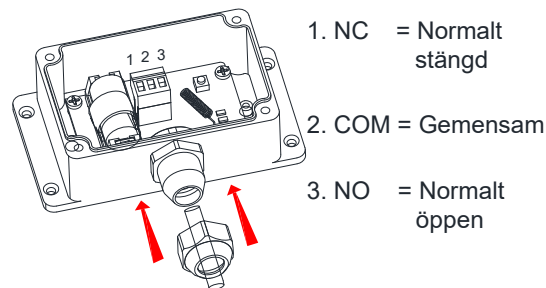

Fig. 3: ledningar och terminaler
3. Mata ledningarna genom kabelförskruvningen och anslut ledningarna till reläutgångarna (se fig. 3).